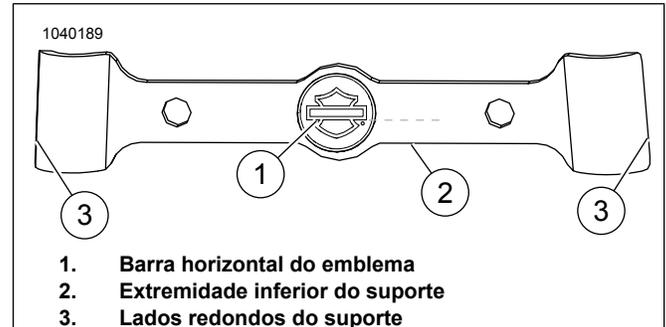
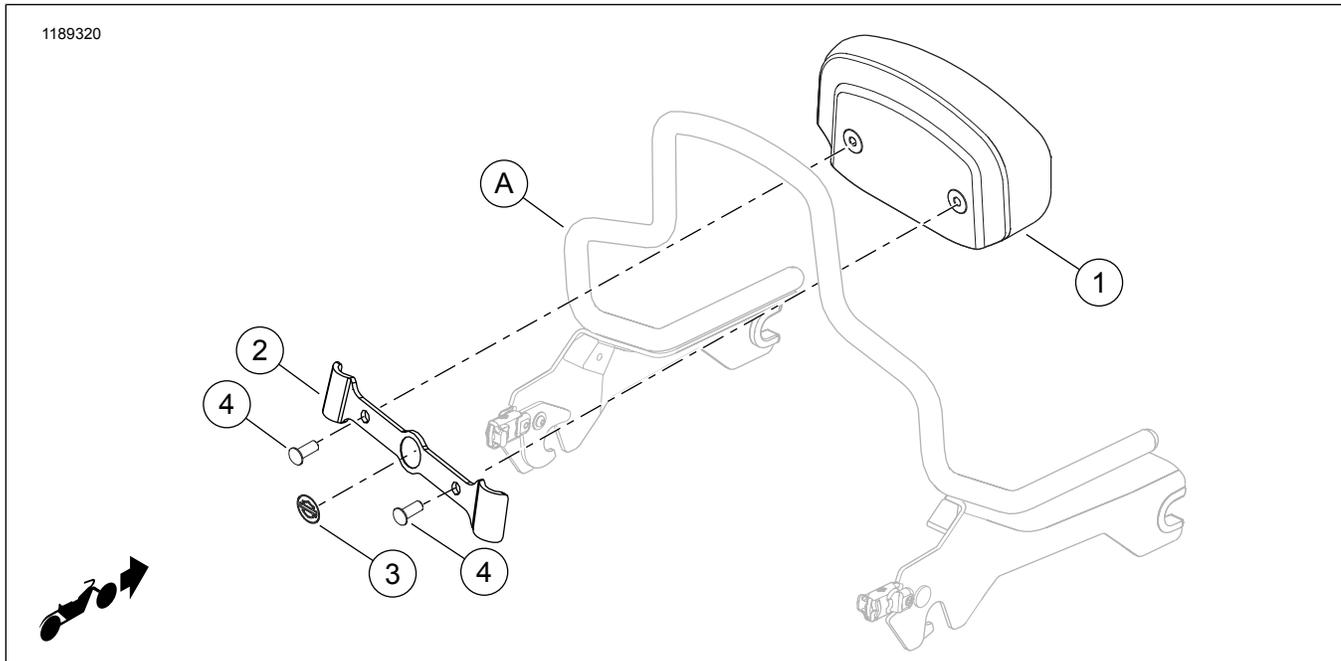

Figura 2. Alinhamento do emblema
Figura 3. Peças de reposição: Kits de estofado do encosto Softail Compact
Ver Figura 3 e Tabela 1.
Ver Figura 2 . As partes laterais do suporte (3) não são simétricas. A largura na parte superior é mais estreita do que na parte inferior.
Ver Figura 2 . Alinhe a barra horizontal (1) do emblema com a extremidade inferior (2) do suporte. Estas devem estar paralelas.
1. Ver Figura 3 . Se necessário, retire a proteção de plástico dos dois orifícios de parafuso pré-cortados no estofado do encosto (1) para evitar que o plástico fique preso nas roscas.
3. Remova o revestimento na parte de trás do adesivo nos lados esquerdo e direito do suporte (3).
- Ver Figura 2 . As partes laterais do suporte (3) não são simétricas. A largura na parte superior é mais estreita do que na parte inferior.
- Utilize uma mistura de 50:50 de álcool isopropílico e solução de água para limpar muito bem a superfície do encosto (A) antes de instalar o suporte (2). Deixe secar completamente. Instale à temperatura ambiente. 10–32 °C (50–90 °F)
5. Posicione e pressione o suporte (2) com firmeza na sissybar.
6. Ver Figura 3 . Insira um parafuso (4) do kit no suporte (2) e enrosque cuidadosamente o mesmo 4 a 5 voltas no orifício de encaixe no estofado do encosto. Repita o procedimento para o outro parafuso. **NÃO aperte totalmente um parafuso se ainda não tiver começado a apertar os dois parafusos.**